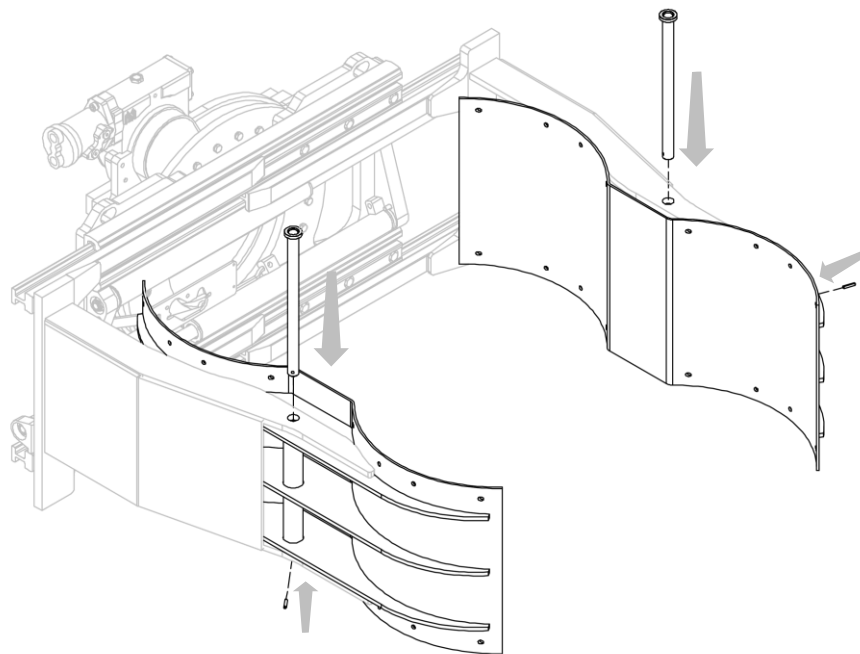
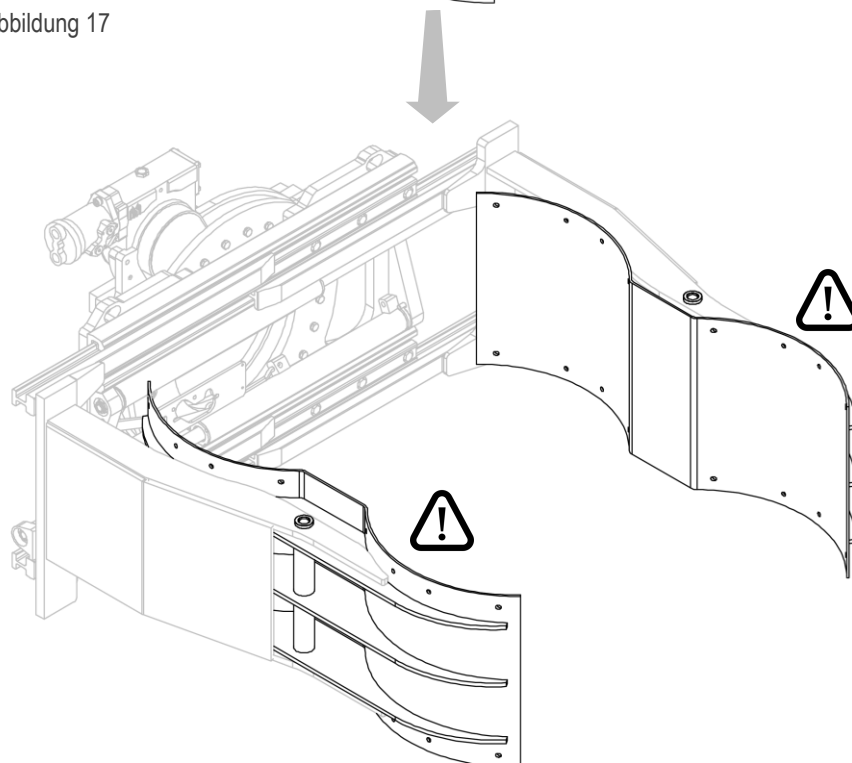

Abbildung 17
Abbildung 18
3. Montieren Sie die Spannbacken auf die Gabelzinken und sichern Sie sie mit den Bolzen und Gummisplinten (siehe *Abbildung 17* und *Abbildung 18*).